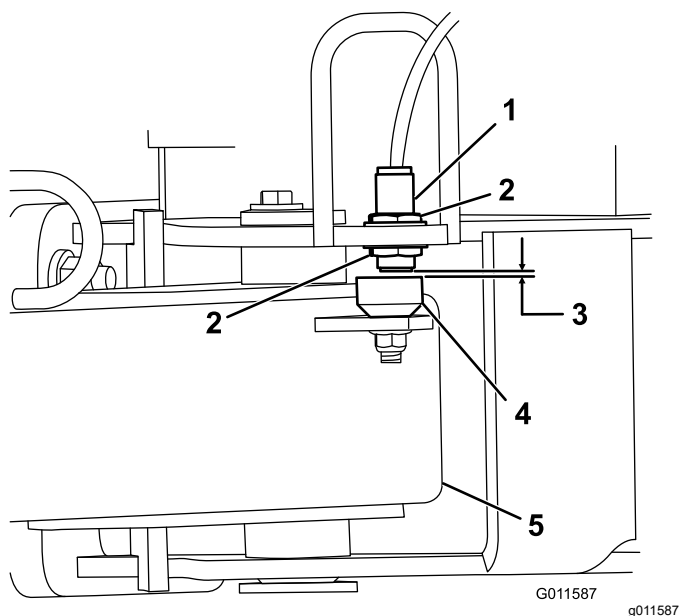

图 4
5. 拧松将接近开关固定至机架的锁紧螺母放低开关直至其与挂钩牵引杆上的传感板之间的距离为 2.64.0mm 图 4。拧紧锁紧螺母固定调整。